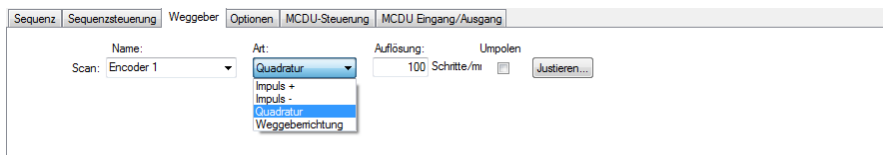

Abbildung 5-14 Register Weggeber des Dialogfeld Einstellungen von Scan und Mechanik für einen Weggeber auf zwei Achsen
3. Im Register **Weggeber** (siehe Abbildung 5-14 auf Seite 326):